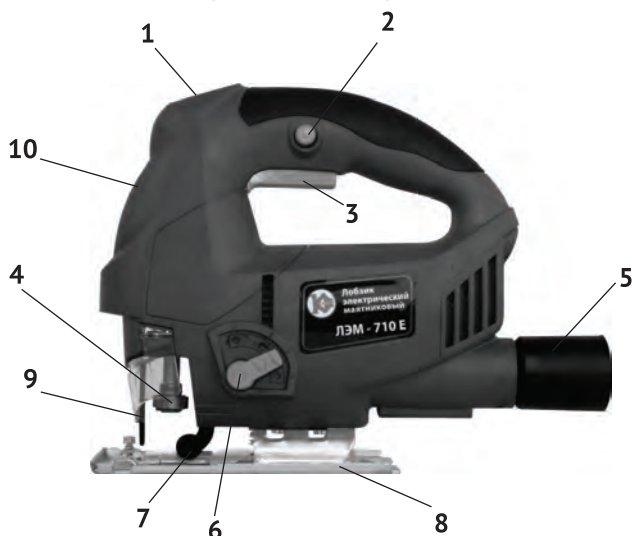

рис. 1
1.6 Общий вид лобзика представлен на рис.1
1.7 Коллекторный двигатель и приводной механизм лобзика расположены в пластиковом корпусе (рис.1 поз.10). Корпус, состоящий из двух половин (правой и левой), выполнен заодно с рукояткой, расположенной сверху. Крутящий момент с якоря электродвигателя, посредством встроенного механизма преобразуется в возвратно-поступательное движение верхней направляющей штока. На нижней направляющей штока расположен пилкодержатель (рис.1 поз.4), в который крепится пила. Лобзик имеет Т – образное крепление пилки (первая буква в маркировке пилки). Первая цифра в маркировке – длина пилки (Т1 – короткая, Т2 – средняя, Т3 – длинная). Цвет хвостовика (а чаще и всей пилки) указывает на материал обработки (серый – для дерева, синий – для металла, красный – для полимеров, чёрный – для других материалов).
В нижней части подошвы (рис.1 поз.8) находятся два винта (головка - внутренний шестигранник). Ослабляя эти винты, устанавливаем боковой наклон корпуса лобзика относительно подошвы (до 45° вправо или влево).
1.8 Клавиша выключателя (рис.1 поз.3) расположена в нижней части рукоятки. Включение лобзика осуществляется нажатием на клавишу выключателя указательным пальцем. Фиксация клавиши в рабочем положении, осуществляется кнопкой (рис.1 поз.2), расположенной слева на рукоятке. При повторном нажатии на клавишу, кнопка фиксации и клавиша (со щелчком) возвращается в исходное положение - выключено.
Сверху на рукоятке расположен диск регулятора скорости (рис.1 поз.1). С его помощью устанавливается необходимая скорость хода пильного полотна.
Слева, в нижней части корпуса находится переключатель режимов маятникового хода (рис.1 поз.6). Он имеет 4-и положения: «0» - вертикальное пиление, «1», «2» и «3» - всё более увеличивающееся отклонение от вертикали.
- поднять вверх прозрачный пластиковый кожух (рис.1 поз.9);
- отвести рычаг пилкодержателя (рис.1 поз.4) вперёд до упора;
- вставить пилку (зубцами вперёд), так, чтобы задняя часть полотна попала в паз направляющего ролика (рис.1 поз.7);
- для удаления пыли из зоны резания используйте пылесос, присоединив его к патрубку пылесборника (рис.1 поз.5);
При выборе скорости движения пильного полотна необходимо оценить материал заготовки. Чем твёрже распиливаемый материал, тем ниже скорость, устанавливаемая регулятором (рис.1 поз.1).